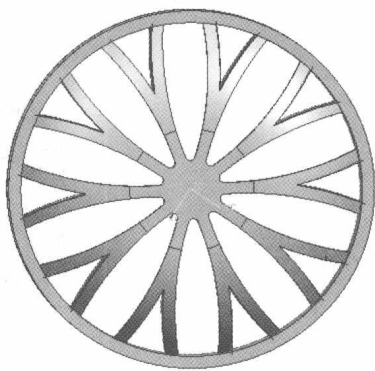

图 1-38 修剪特征
(9) 使用同样的方法对回转体进行修剪，效果如图 1-38 所示。
(10) 隐藏所有片体。